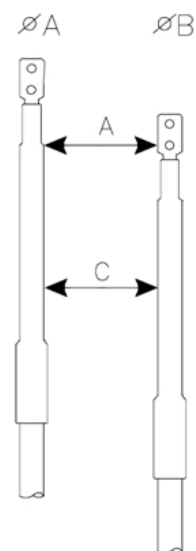

Figura 4
- Distancia entre Fases a diferente altura. **Figura 4.**